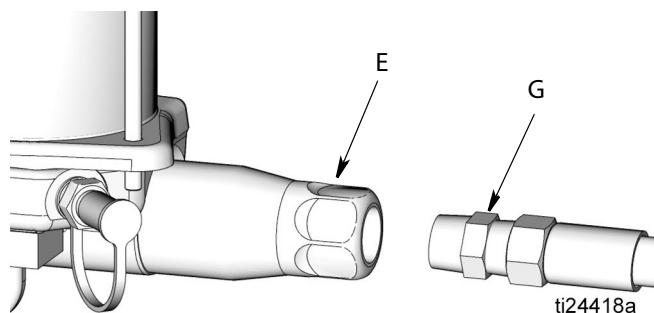

Рис. 8
- Подсоедините выпускной патрубок насоса (E) к смазочной линии (G) (Рис. 8).